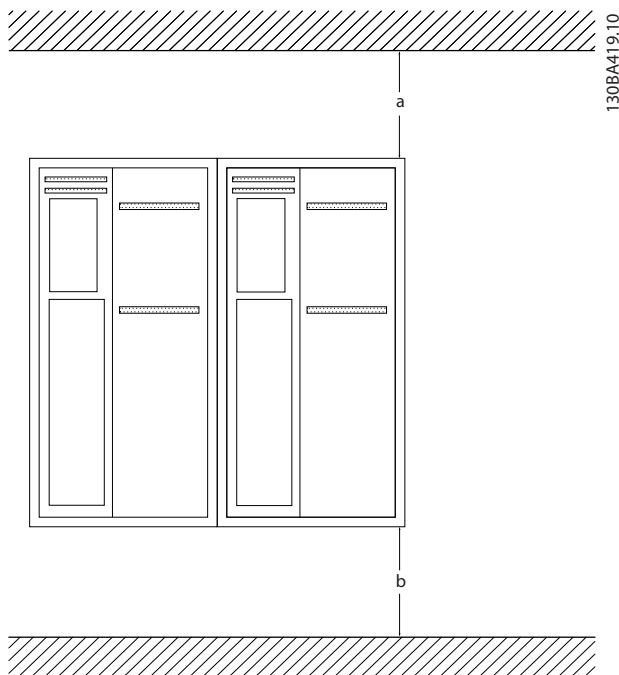

Рисунок 2.1 Свободное пространство для охлаждения верхней и нижней части устройства
- В верхней и нижней части преобразователя следует оставить доступ воздуха для охлаждения. Обычно зазор должен составлять 100–225 мм. Требования к зазорам для циркуляции воздуха см. в *Рисунок 2.1 for clearance requirements*